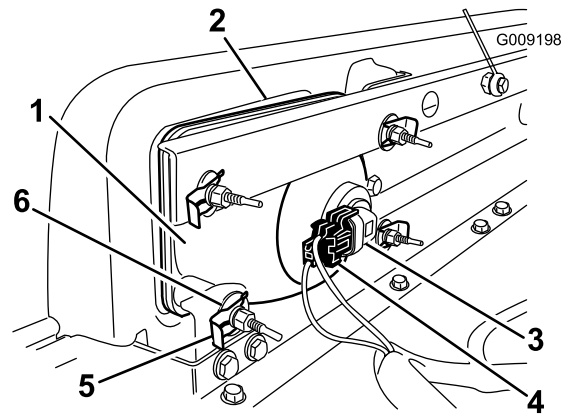

Figura 34
2. Retire el faro desplazándolo hacia adelante y pasándolo por el hueco del parachoques delantero (Figura 34).
3. Introduzca el faro nuevo a través del hueco del parachoques (Figura 34). Asegúrese de que las clavijas quedan alineadas con los taladros del soporte de montaje del parachoques.